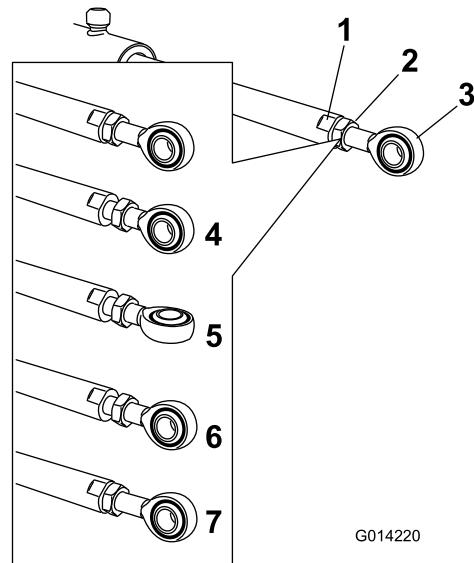

Figura 106
5. Coloque una llave plana sobre las zonas planas del actuador para inmovilizarlo, luego afloje la contratuerca para poder manipular la rótula (Figura 106).
6. Gire la rótula del actuador para acortar o alargar el actuador extendido a la posición deseada (Figura 106).